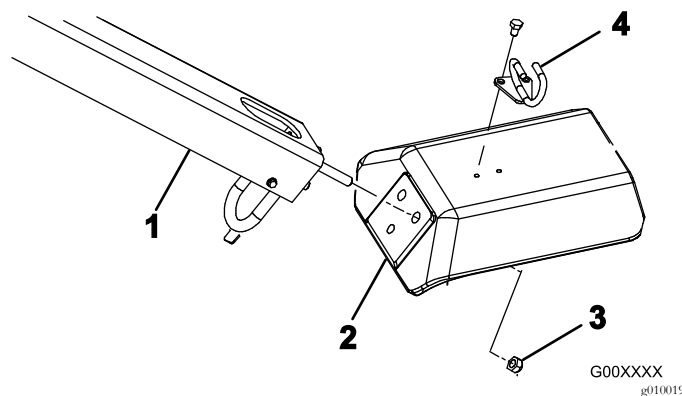

図 4
2. フォークの穴にハンドル取り付け用スタッドを差し込む 図 4。
3. ロックナット 1/2 インチ 3 個を使って、ハンドルスタッドを固定する 図 4。
5. ボルト 5/16 x 1/2 インチ 2 本を使って、ケーブルガイドをフォークの上に取り付ける 図 4。